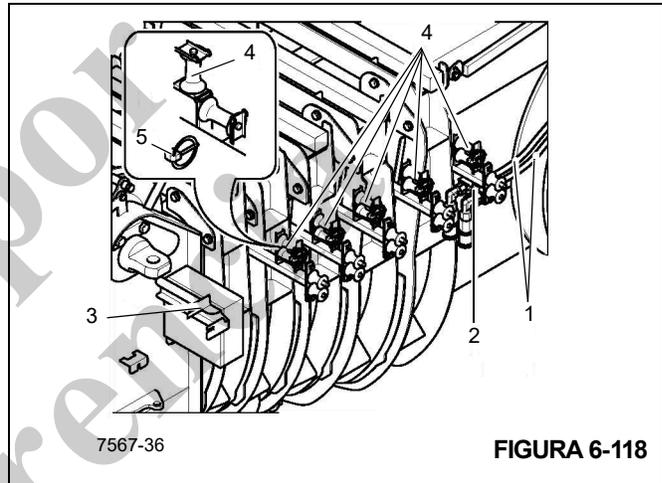

FIGURA 6-118
1. Suelte los pasadores abisagrados (5), (Figura 6-118), y pliegue las poleas guía (4), (Figura 6-118).
2. Desconecte la protección contra tirones del sujetador (3), (Figura 6-118), y conéctela en el sujetador (2), (Figura 6-118).
3. Baje las poleas guía (4), (Figura 6-118), y asegúrelas con los pasadores abisagrados (5), (Figura 6-118).